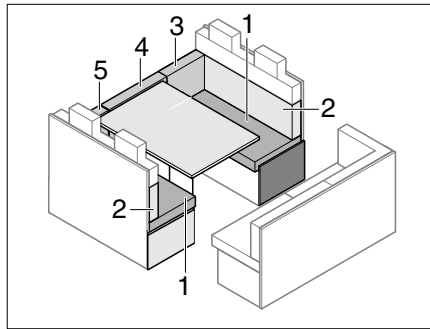

Bild 197 Före ombyggnaden
- Ta bort ryggdynorna (Bild 197,3,4 och 5) och lägg dem åt sidan.